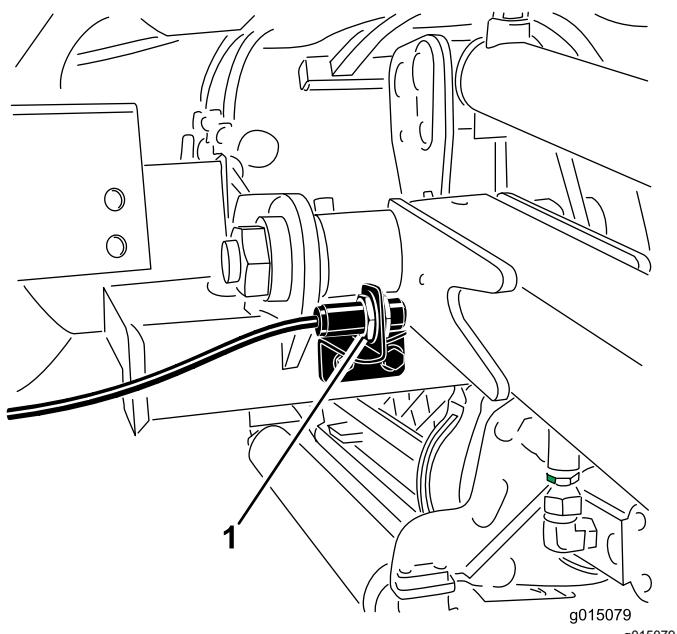

**Figure 60**
2. Insérez un tube ou un objet similaire sur l'extrémité longue du ressort pour détendre le ressort pendant le réglage (Figure 60).
3. Tout en détendant le ressort, retirez le boulon et le contre-écrou de fixation de l'actionneur de ressort au support (Figure 60).